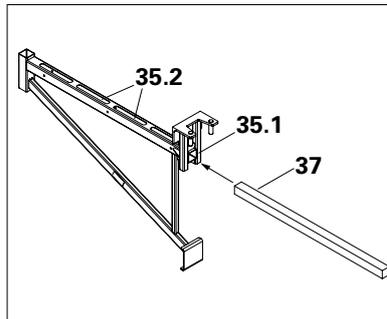

Fig. A7.03
1. Montare l'inserto in legno (37) (misura 3,8 x 3,8 cm) nel tubo della mensola (35.1). (Fig. A7.03)